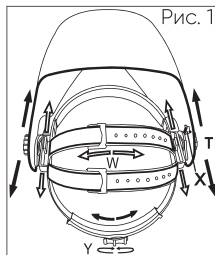

Рис. 1
1. Длину окружности оголовья можно увеличить или уменьшить, вращая ручку с нажатием на замылочную часть оголовья, (см. «Y» на рис.1). Данная процедура выполняется при надетой сварочной маске и позволяет получить натяжение, необходимое для надежной фиксации сварочной маски на голове.
2. Если наголовник сидит на голове слишком высоко или слишком низко, отрегулируйте ремень, который проходит через макушку. Для этого ослабьте конец ремня, выдавив стопорный штифт из отверстия на ремне. Переместите две части ремня относительно друг друга на требуемую длину и вставьте стопорный штифт обратно (см. «W» на рис.1).
Ослабьте гайки-фиксаторы (см. «Т» на рис. 1) и двигайте маску по направлению к лицу или от него.